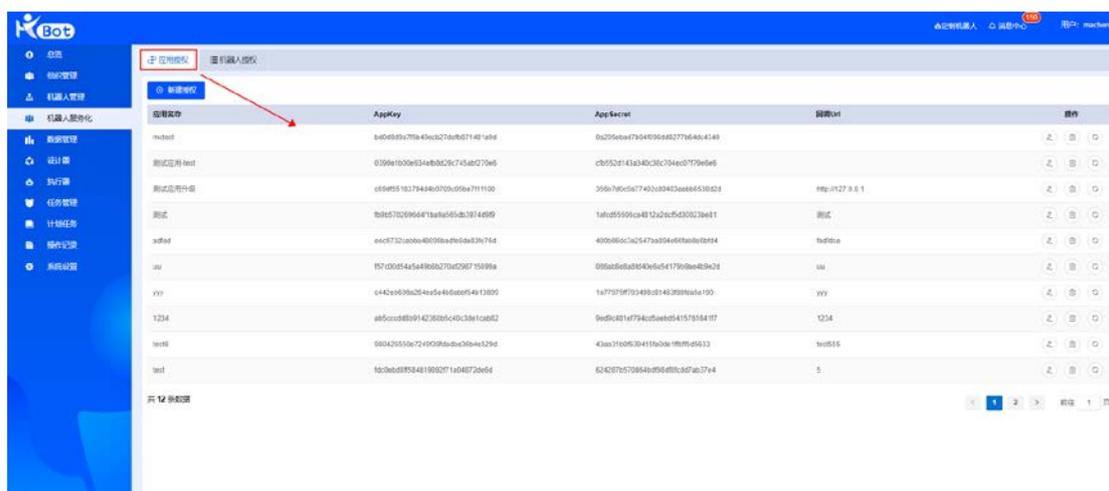

图 37
- 应用授权列表：管理平台所有的应用授权明细，包括应用名称、AppKey、AppSecret、回调Url 等信息，如图 37.